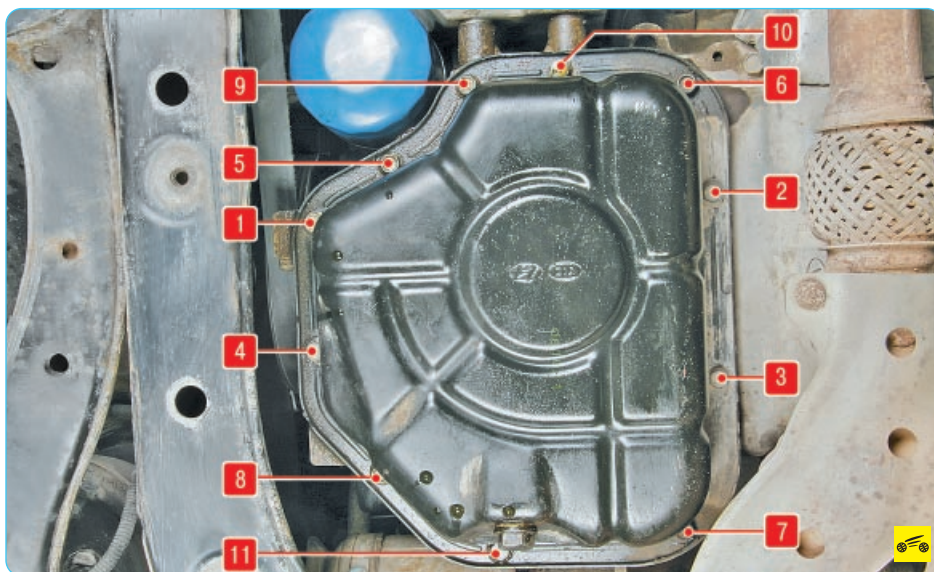

Рис. 5.9. Порядок затяжки болтов крепления поддона масляного картера двигателя
8. Через 5 мин после нанесения герметика установите поддон масляного картера на масляный картер и вверните болты крепления поддона картера и затяните их в последовательности, указанной на рис. 5.9, моментом 9,8–11,8 Н·м.
16. Установите поддон масляного картера двигателя, вверните болты крепления поддона и затяните их в последовательности, показанной на рис. 5.9, моментом 9,8–11,8 Н·м.